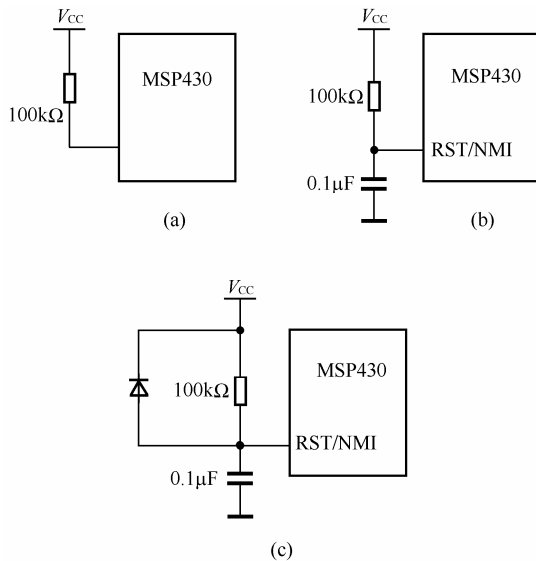

图 1-5 典型复位电路
(1) 由于 MSP430 具有上电复位功能，因此，上电后只要保持 RST/NMI（设置为复位功能）为高电平即可。通常的做法为，在 RST/NMI 管脚接 100kΩ 的上拉电阻，如图 1-5（a）所示。
(2) 除了在 RST/NMI 管脚接 100kΩ 的上拉电阻外，还可以再接 0.1μF 的电容，电容的另一端接地，可以使复位更加可靠。如图 1-5（b）所示。
(3) 由于 MSP430 具有极低的功耗，如果系统断电后立即上电，则系统中电容所存储的电荷来不及释放，此时系统电压不会下降到最低复位电压以下，因而 MSP430 不会产生上电复位，同时 RST/NMI 管脚上也没有足够低的电平使 MSP430 复位。这样，系统断电后立即上电，MSP430 并没有被复位。为了解决这个问题，可增加一个二极管，这样断电后储存在复位电容中的电荷就可以通过二极管释放，从而加速电容的放电。二极管的型号可取 1N4008。如图 1-5（c）所示。